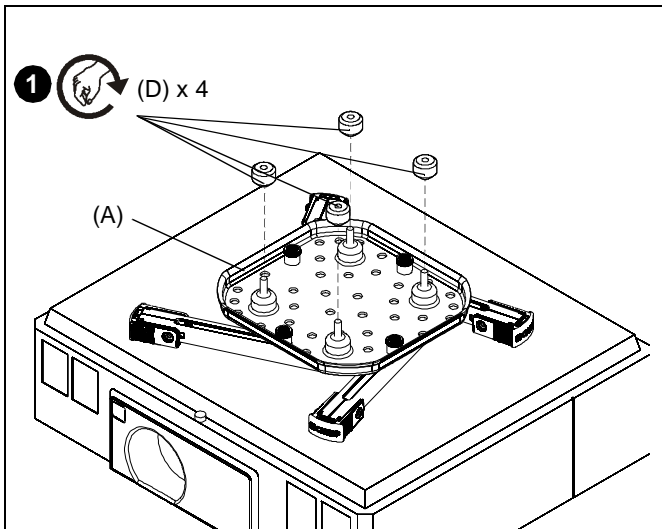

Abb. 8
1. Bei einer SSBU montieren Sie vier Flügelmutter (D) ein Stück weit auf die Schrauben der SSBU-Hauptplatte. (Siehe Abb. 8)